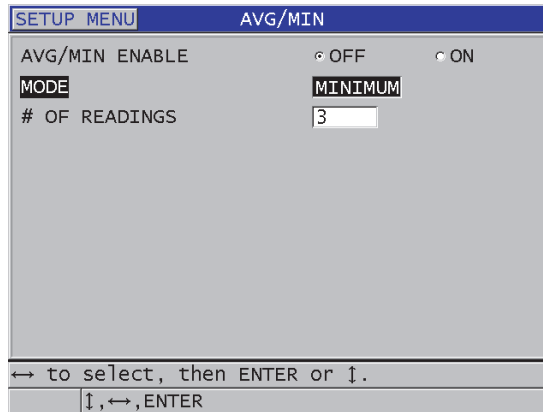

Abbildung 10-16 Dialogfeld AVG/MIN
3. Verfahren Sie im Fenster **AVG/MIN** (siehe Abbildung 10-16 auf Seite 183) wie folgt: